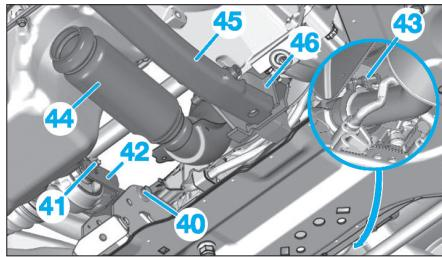

Fig. 88
- les vis de fixation de la biellette anticouple (40) et (41) (**Fig.88**),
- la biellette anticouple (42),
- le collier du flexible d'échappement (43),
- le flexible d'échappement (44),
- le renfort d'impacteur (45),
- l'impacteur (46).